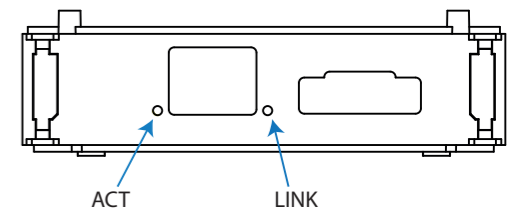

Figura 1 / Figure 1 / Figure 1 /Abbildung 1 / Figura 1 / Figura 1
- 1.- Retirar los 2 clips de sujeción que aguantan la tapa protectora, mediante un destornillador de punta plana (**Figura 1**).
- 1.- Svitare i 2 fermi di sostegno che mantengono chiuso il coperchio di protezione, utilizzando un giravite a punta piatta (**Figura 1**).
- 1.- Retire os 2 clips de fixação que suportam a tampa protectora através de uma chave de fendas de ponta plana (**Figura 1**).